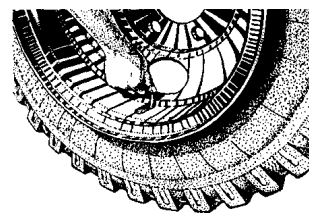

Рис. 5-14 Снятие шины с колеса
9. Поставить колесо вертикально (рис. 5-14), вынуть обод из шины до упора вентиляного паза в вентиль камеры и, утопив вентиль в пазу, снять шину с колеса.